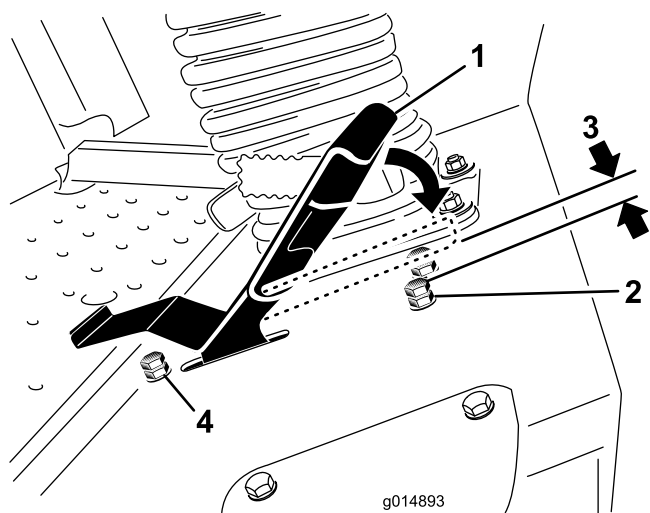

Figure 45
3. Desserrez l'écrou de blocage sur le boulon d'arrêt de la pédale de déplacement (Figure 45).